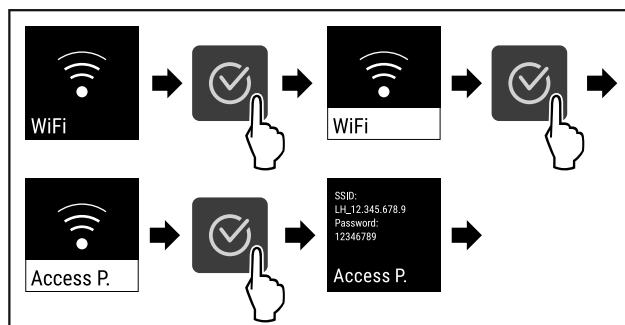

Fig. 84
- ▶ Stappen (zie Fig. 84) uitvoeren.